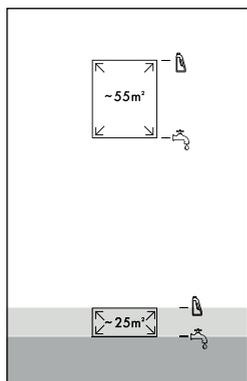

Fig. 8
- ◆ Para limpiar superficies pequeñas  (hasta 25 m²), llene con agua corriente o agua destilada hasta la primera marca de llenado  el depósito de agua limpia ① (consulte la fig. 8).
- ◆ Para limpiar superficies pequeñas  (hasta 25 m²), llene con un producto de limpieza hasta la segunda marca de llenado  el depósito de agua limpia ① (consulte la fig. 8).